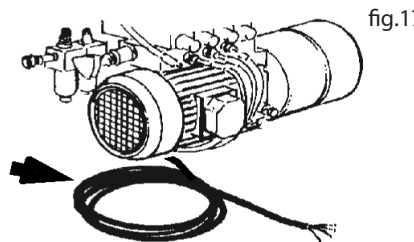

fig.17
- » Collegare il cavo dell'alimentazione a una spina conforme alle norme Europee o alle norme del paese di destinazione della macchina. La spina deve essere provvista obbligatoriamente del contatto di terra (fig.17).
- » Connect the cable to a plug that conforms with European norms or to the norms of the country in which the machine is used. The plug must have an earth terminal (fig.17).
- » Brancher le câble d'alimentation à une fiche conforme aux normes Européennes ou aux normes du pays de destination de l'appareil. La fiche doit être obligatoirement munie du contact de terre (fig. 17).
- » Das Versorgerkabel an einen Stecker anschließen, der den EG-Vorschriften oder denen des Bestimmungslands des Geräts entspricht. Der Stecker muß vorschriftsgemäß geerdet sein. (Abb. 17)
- » Conectar el cable de la alimentación con un enchufe conforme a las normas Europeas o a las normas del país de destino. El enchufe debe estar equipado obligatoriamente con un contacto de toma de tierra (Fig.17).